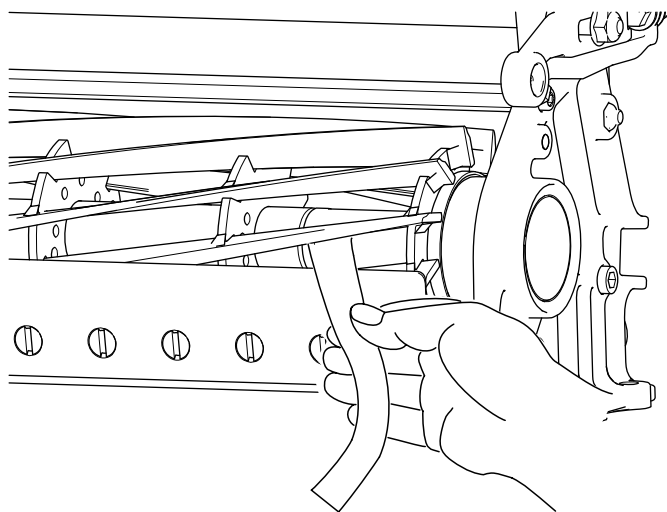

図 8
- B. 刃合わせチェックペーパー Toro P/N 125-5610 を、リールとベッドナイフとの間にに入れてベッドナイフに対して直角にセットし (**図 8**)、リールを **ゆっくりと** 前転させる紙が切れれば適切。切れなければステップ **A** と **B** を繰り返す。
に対して直角にセットし(図 8)、リールをゆっくりと前転させる紙が切れれば適切。左右のベッドバー調整ねじをそれぞれ1クリックだけ締め、もういちど紙を切るテストを行う。紙が切れるまでこれを繰り返す。